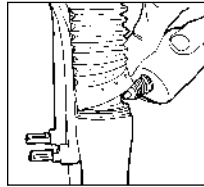

Fig. 4
1. Lösen Sie die Gabel-Boots (Gummibälge) von den unteren Rohren. Wischen Sie dann die Außenflächen, den Bereich der Resi-Wiper Dichtung und der oberen Rohre ab. Geben Sie 2 bis 3 Tropfen Öl mit Teflonzusatz im Bereich der Resi-Wiper auf die oberen Rohre. (S. Abb. 4.)